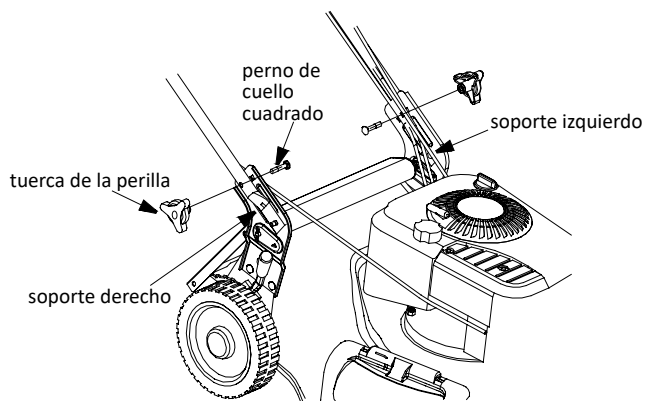

Fig.16
- Mueva el asa inferior hacia arriba y hacia abajo alrededor de la barra de la tapa trasera para ajustar la altura. Ver fig. 16.